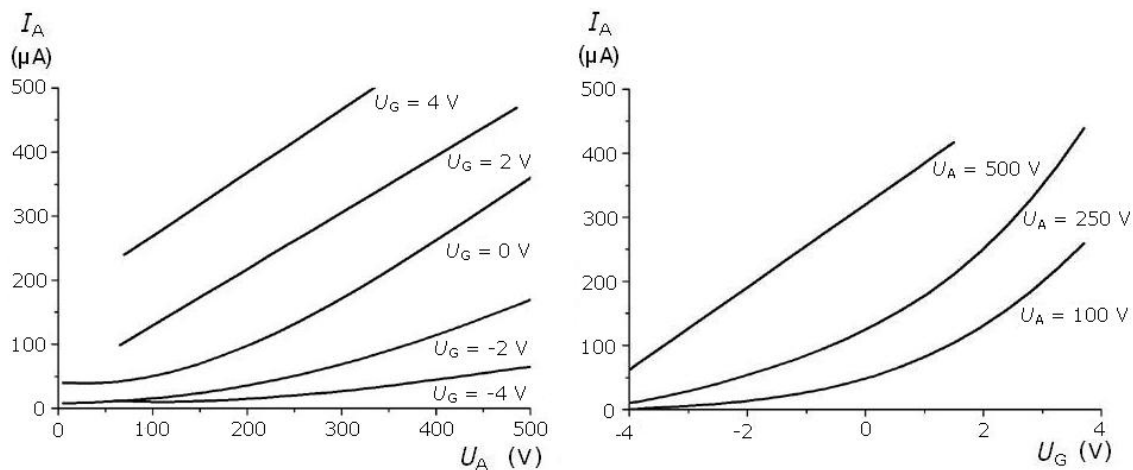

Fig. 2 Trioden-Kennlinien
- $I_A - U_A$ - Kennlinien: Für konstante Gitterspannungen Anodenstrom in Abhängigkeit der Anodenspannung bestimmen und Wertepaare grafisch darstellen (siehe Fig. 2).
- $I_A - U_G$ - Kennlinien: Für konstante Anodenspannungen Anodenstrom in Abhängigkeit der Gitterspannung bestimmen und Wertepaare grafisch darstellen (siehe Fig. 2).